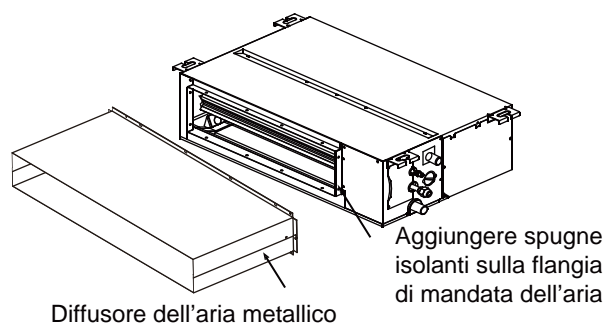

Fig. 2.6
3. Quando il pannello di mandata dell'aria viene collegato alla flangia di mandata del corpo dell'Unità attraverso il diffusore dell'aria in metallo, assicurarsi che superficie di contatto in metallo sia correttamente sigillata e isolata con materiale spugnoso, come mostrato in Fig. 2.6.